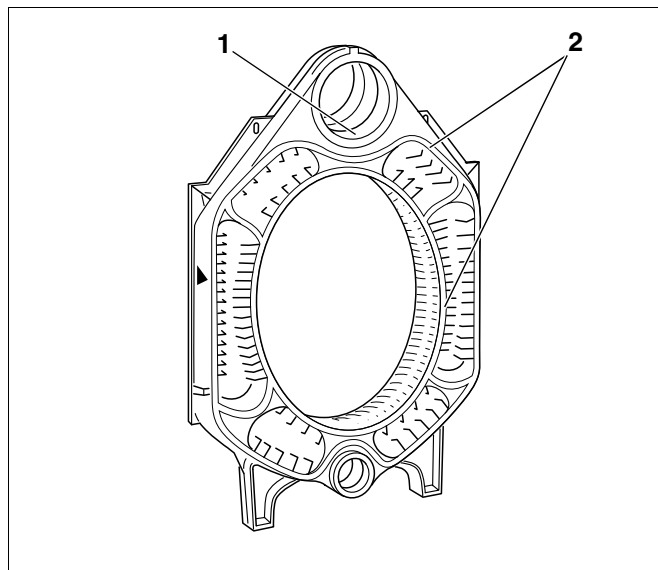

Fig. 17 Klargjøring av midtelement
- Smør inn tetningsflatene på navene med mønje (Fig. 17, **Pos. 1**).
- Smør inn tetningsfjærene med heftmiddel (primer) (Fig. 17, **Pos. 2**).